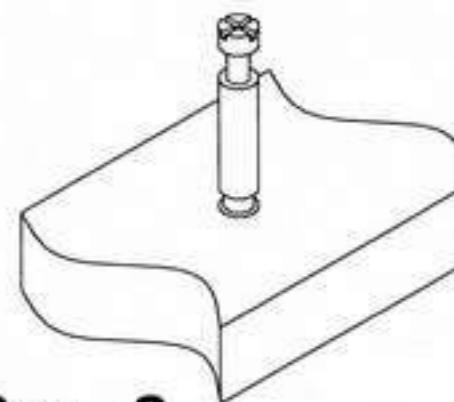

Рис. 2
1. Прибить подпятники (5) к боковинам, опор 1 и 2 . Соединить опоры 1 и 2 см. сх. 1евровинтами (2) Вставить стяжки-растекс (3) в опоры 1.
2. Закрутить в муфты столешницы дюбеля стяжек-растекс (4) (см. рис.2) . Забить шканты (1) в опоры 1 и 2.